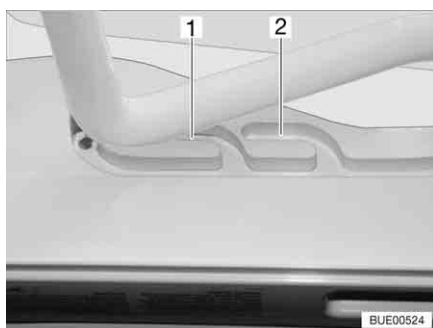
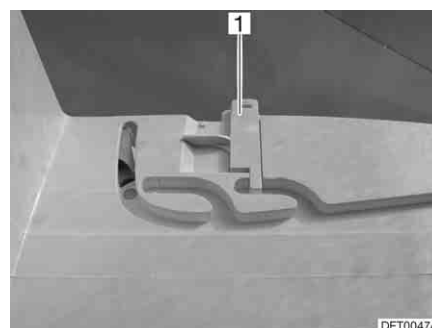

Fig. 60 Oblò Heki in posizione di ricircolo d'aria
Fig. 61 Bloccaggio della posizione di ricircolo d'aria
È possibile portare l'oblò Heki in due posizioni di ricircolo d'aria: Posizione brutto tempo (Fig. 60,1) e posizione centrale (Fig. 60,2). A seconda del modello, l'oblò può essere bloccato sulla posizione centrale del suo telaio con i due chiavistelli (Fig. 61,1) di sinistra e destra.
- Premere la staffa leggermente verso l'alto, spingerla nella guida selezionata (Fig. 60,1 o 2) ed eventualmente bloccarla.